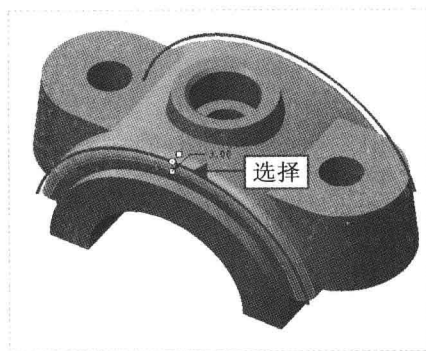

图 18-95 选择倒圆角边 1
Step 13 在“功能区”选项板的“模型”选项卡中，单击“工程”面板中的“倒圆角”按钮 ，弹出“倒圆角”选项卡，设置圆角半径为 3，按住【Ctrl】键的同时，在绘图区选择合适的倒圆角边，如图 18-95 所示。